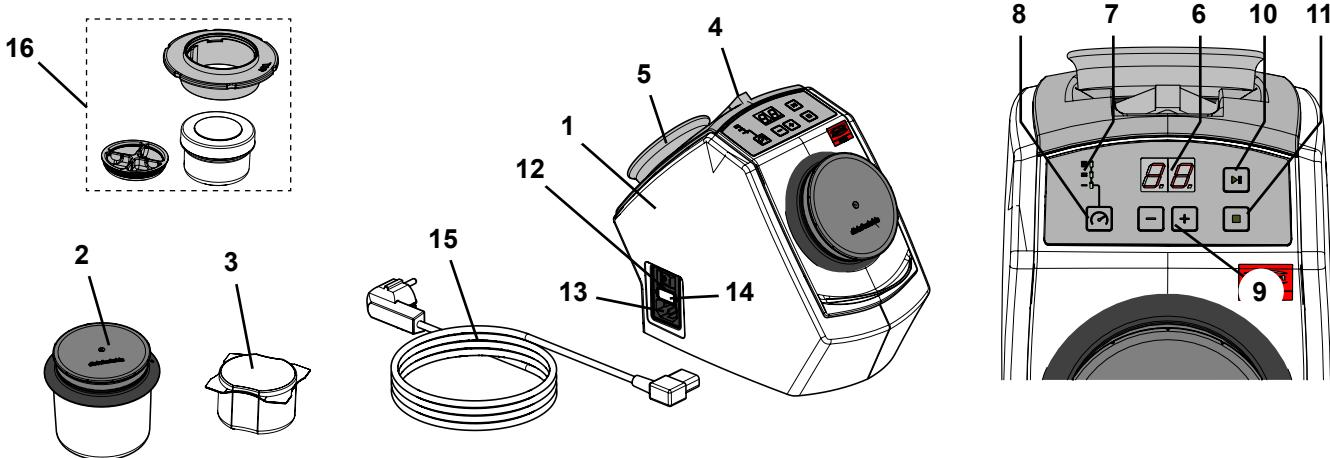

Fig. 1
- El imán de sujeción (Fig. 1, Pos. 5) contiene plomo
- ⇒ Sitúe las pinzas adjuntas y el imán de sujeción en las correspondientes cavidades en la parte trasera del aparato (Fig. 1).
- ⇒ Elija el cable de red provisto del conector adecuado para su país (15, Fig. 1).
- ⇒ Introducir el cable de red a la conexión de red (13, Fig. 1).
- ⇒ Conecte el aparato a través del interruptor de red (12, Fig. 1).
- ⇒ Llene el vaso de limpieza (2, Fig. 1) con 75 g de agujas de limpieza (equivale a un envase).
- ⇒ Llene el mini vaso SYMPRO (accesorio) (16, fig. 1), con aprox. 5 g de agujas de limpieza.